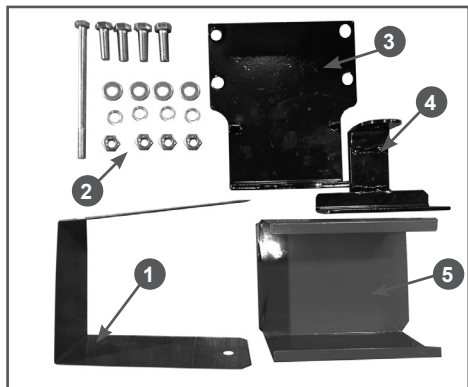

Рис. 3 Установочный комплект помпы
Установочный комплект (Рис. 3) состоит из верхнего (3), нижнего (4) кронштейнов, рабочего (1), защитного (5) кожухов и комплекта крепежа (2).